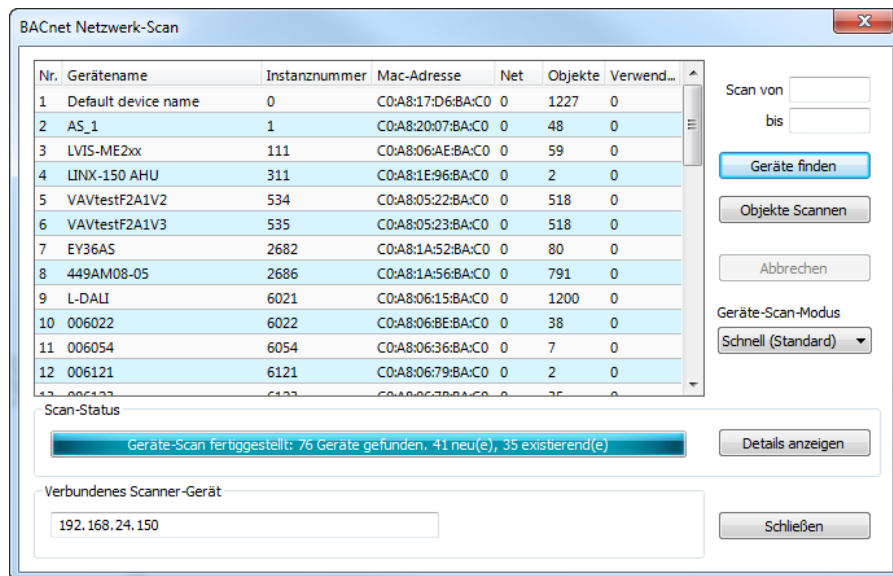

Abbildung 123: Dialog des BACnet-Netzwerkscans
3. Klicken Sie mit der rechten Maustaste auf diesen Ordner und gehen Sie auf **BACnet-Netzwerk scannen...**. Dadurch wird der in Abbildung 123 dargestellte Dialog des BACnet-Netzwerkscans geöffnet.